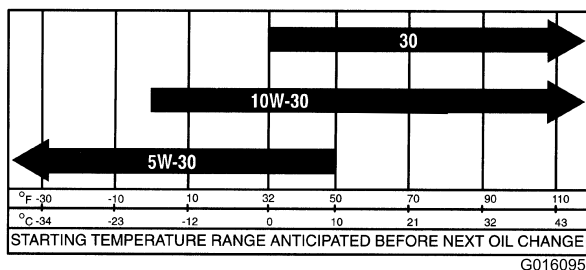

Figura 45
**Viscosidade do óleo do motor:** 10W-30; Escolha a viscosidade do óleo do motor de acordo com a temperatura ambiente da tabela na Figura 45.